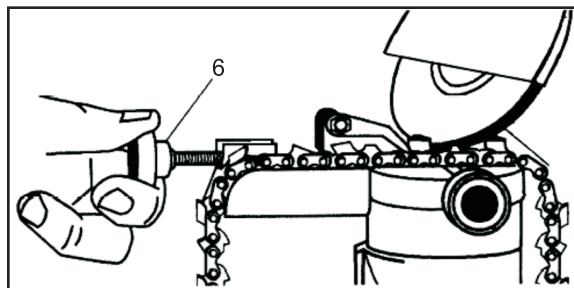
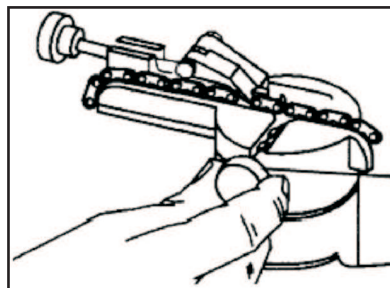
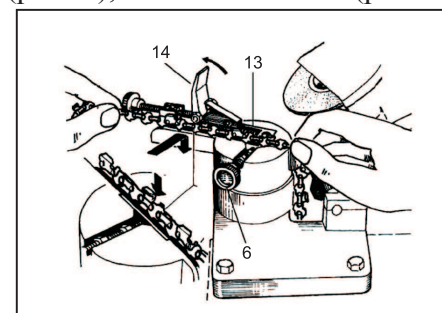

рис.5
рис.6
рис.8
ный клин **14** (рис. 8) в сторону и ослабив крепёжный винт **6** (рис. 5).
После установки цепи зафиксируйте это положение винтом **6** (рис.5) и установите клин **14** (рис. 1). Как только цепь будет зафиксирована, выберите необходимый угол заточки от 0 до 30° (вправо/влево) в зависимости от типа цепи. Установите необходимую глубину заточки при помощи ограничителя глубины **11** (рис. 1). После проведения вышеперечисленных настроек, включите станок, переведя выключатель в положение "вкл". и произведите заточку режущего зуба. Изменение угла заточки цепи производится только при выключенном станке. Перед продвижением цепи и заточкой следующего зуба необходимо перевести выключатель в положение "выкл" и дождаться полной остановки абразивного диска. После чего ослабить крепёжный винт **6** (рис. 5) и продвинуть цепь для заточки следующего зуба.
емому звену и не давал цепи передвигаться в процессе заточки (рис. 5).
При заточке следующего зуба не обязательно заново регулировать установочный клин **14** (рис. 1). Достаточно установить звено впрыток к установочному клину и зафиксировать это положение винтом **6** (рис. 5), не допуская свободного движения цепи в процессе заточки (рис. 6).
винта **9** (рис. 1) чтобы клин **14** (рис. 1) располагался впрыток к затачиваемому звену и не давал цепи передвигаться в процессе заточки (рис. 5).
6.7 Перед подключением электрического станка к питающей сети, убедитесь что выключатель находится в положении "выкл", чтобы избежать непроизвольного включения станка. Установите цепь направляющими звеньями в ручей **13** (рис. 8), как показано на (рис. 8), отведя установоч-